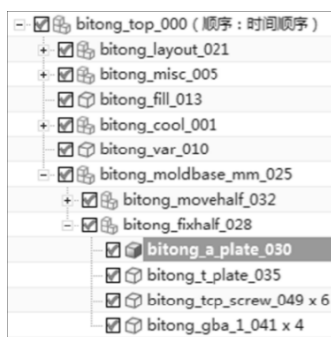

图 16-3 选取“bitong_a_plate_030”
(4) 单击“完成”按钮，在【拉伸】对话框中对“指定矢量”选择“ZC↑”，把“开始距离”设为 0，“结束距离”设为 100mm，“布尔”选取“求差”。
(5) 单击“确定”按钮，A 板开框。
(6) 在“部件导航器”中“bitong_A_plate_030”，如图 16-3 所示。
(7) 单击鼠标右键，选取“设为显示部件”命令。